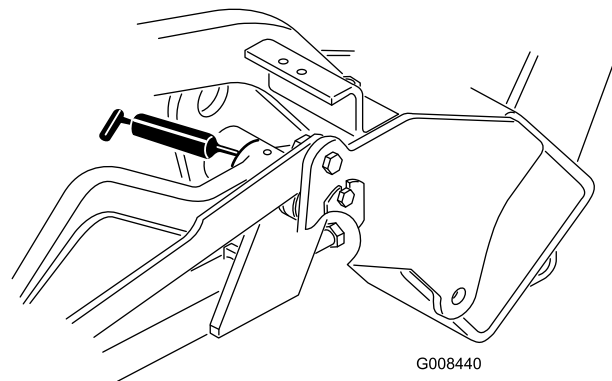

Figura 30
- Braços de elevação (3) (Figura 30)